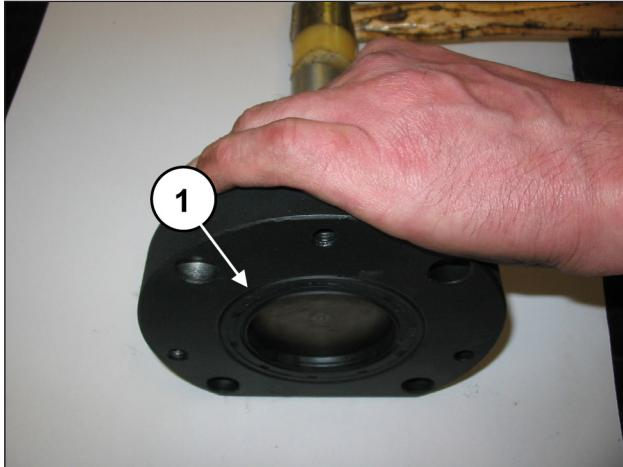
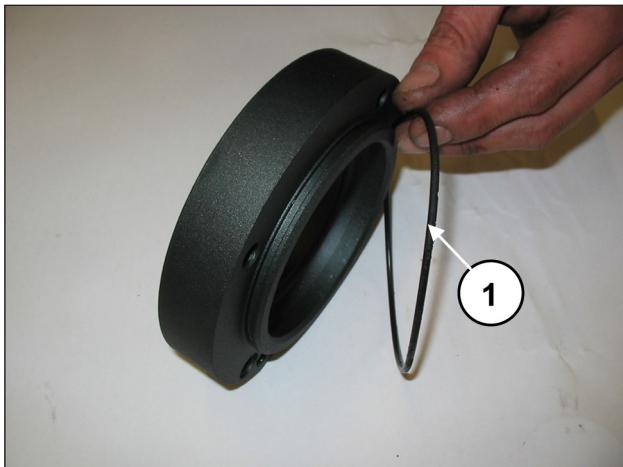
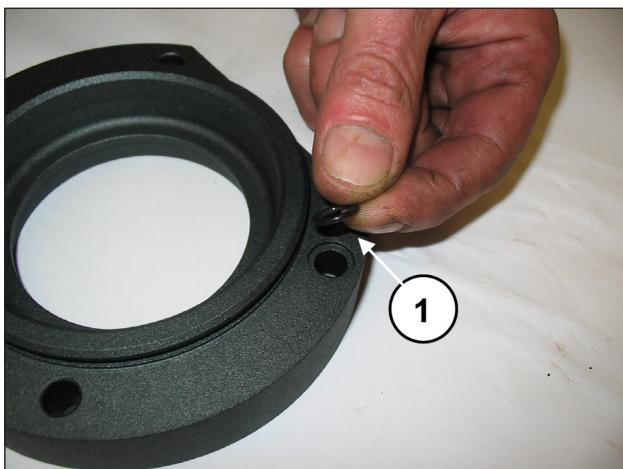

Abb. 28
Abb. 29
Abb. 30
Entfernen Sie den radialen Dichtring (Pos. ①, Abb. 28), den äußeren O-Ring (Pos. ①, Abb. 29) und den O-Ring der Schmierbohrung (Pos. ①, Abb. 30).